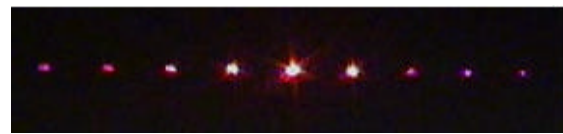

Fig. 7 Modello di diffrazione di un reticolo
- Osservare il modello di diffrazione (vedere fig. 7).